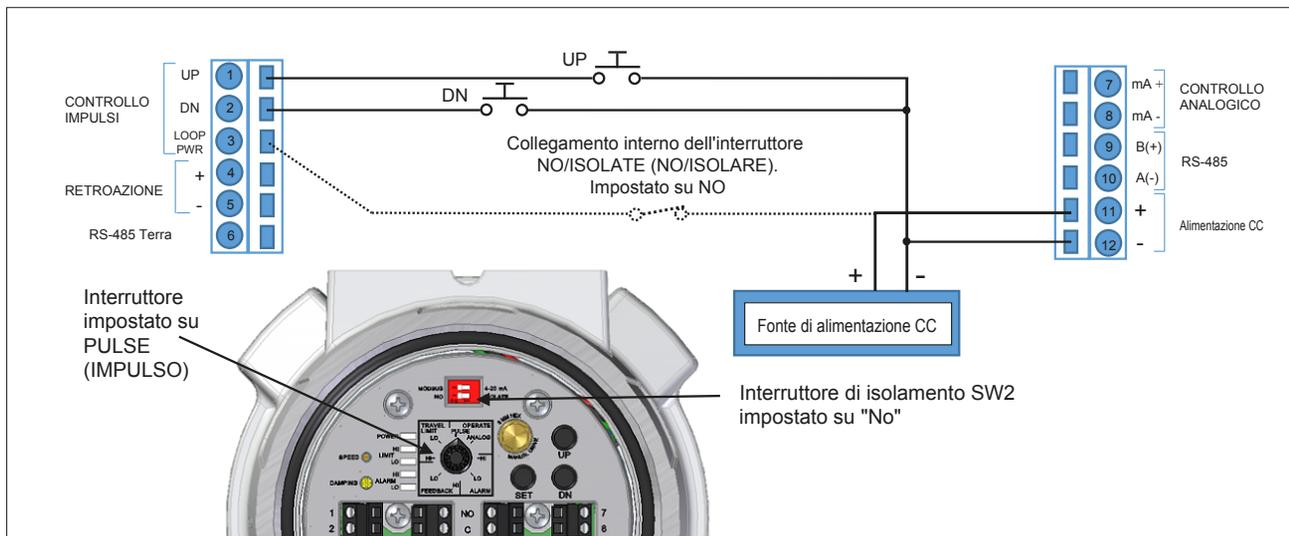

Figura 4 Controllo degli ingressi a impulsi non isolati utilizzando l'alimentazione comune per l'alimentazione ad anello di controllo degli impulsi
SW2, **NO (NA)**: Il circuito di ingresso del controllo a impulsi è collegato all'alimentazione CC che fornisce l'alimentazione all'unità. Un lato degli interruttori di comando deve essere collegato al collegamento dell'alimentazione elettrica -. (Vedi figura 4).